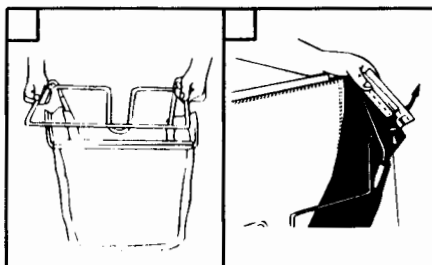

Figure 8
2. Emboîtez le cadre avant dans le cadre arrière, comme à la figure 8.
3. Accrochez les glissières en plastique du sac sur le cadre du sac à herbe. Voir la figure 8.